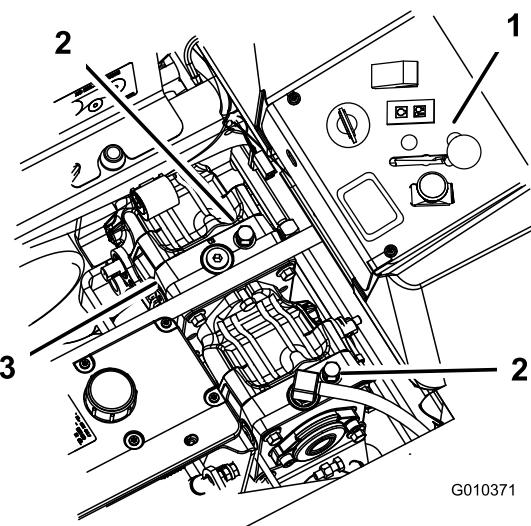

Bild 39
2. Drehen Sie die Sicherheitsventile um eine Umdrehung nach links, um die Maschine zu schieben (Bild 39).
Drehen Sie zum Betrieb der Maschine die Sicherheitsventile eine ganze Umdrehung nach rechts (Bild 39).